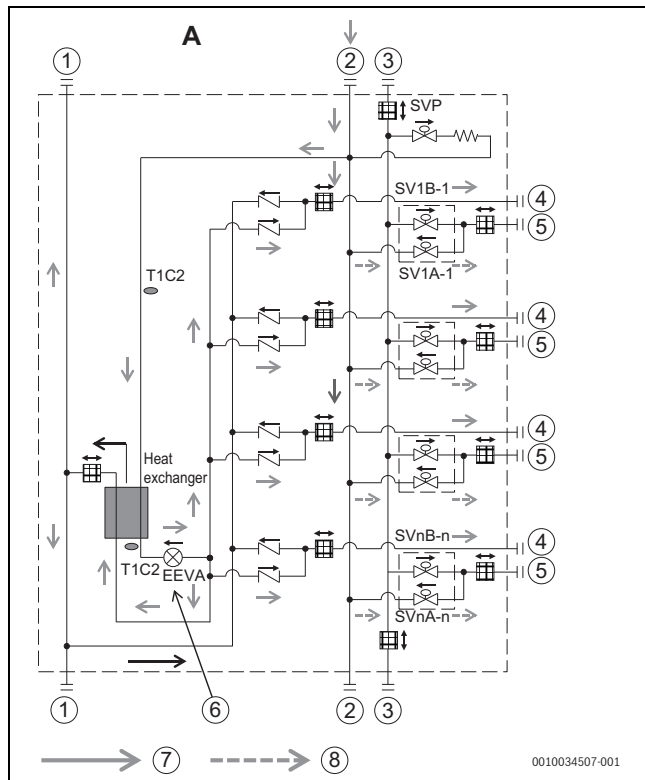

Fig. 29
a) Încărcare normală de la portul ② în timp ce portul ④ este lipit cu aliaj dur și încărcare puternică (> 20 kPa (0,2 bar)) de la portul ② în timp ce portul ⑤ este lipit cu aliaj dur, conform Fig. 29.
b) Încărcare normală (≤ 20 kPa (0,2 bar)) de la portul ② în timp ce portul ① este lipit cu aliaj dur și încărcare normală de la supapa de închidere a unității exterioare corespunzătoare în timp ce porturile ② și ③ sunt lipite cu aliaj dur, conform Fig. 29.